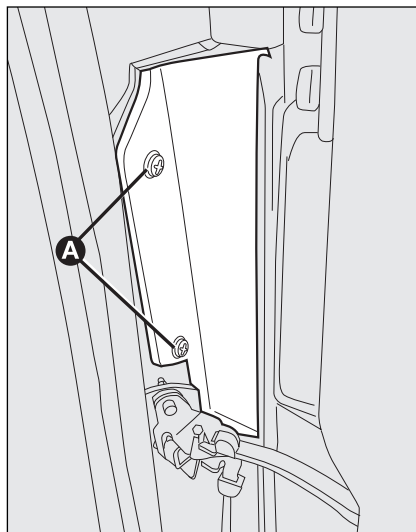
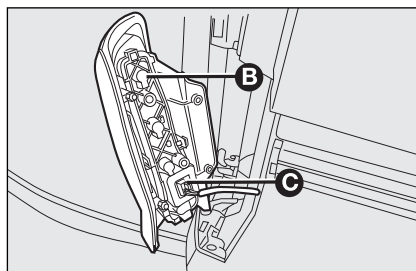

fig. 29
fig. 30
- ☐ draai de schroeven **A**-fig. 29 los zodat de achterlichtunit **B**-fig. 30 bereikbaar is;
- ☐ trek de stekker **C**-fig. 30 los.